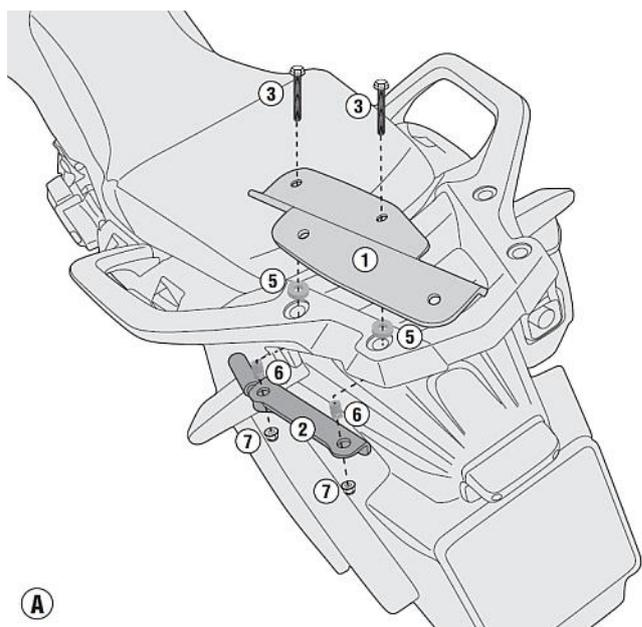

図 2
2. 図 2 を参考に、純正グラブルールキャリアに設けられたサービスホール（4箇所）上側に⑥段付きスペーサー（4 ヶ）を仮置きし、お互いの穴位置にズレが生じないように下側より⑧スペーサー（4 ヶ）をあてがい、部品の脱落、車両への傷付きに注意しながら、③フランジ付き六角ボルト（4 ヶ）と⑦フランジ付きナイロンロックナット（4 ヶ）を使用して、①サポート（左右各 1 ヶ）と②サポート（左右各 1 ヶ）を車体に仮組みします。